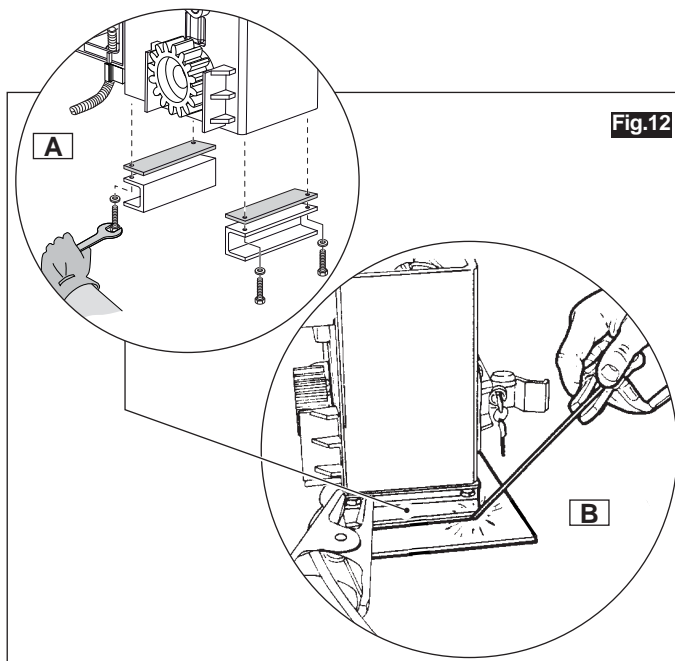

Fig.12
- Monter les deux supports en acier zingué et la bande antivibrante en caoutchouc sous la base du motoréducteur au moyen des vis comprises dans la fourniture à cet effet (graisser la tige des vis avant d'effectuer le montage) (Fig.12-part.A).
- Faire passer les câbles à l'intérieur du corps du motoréducteur par le trou prévu à cet effet (Fig.12-part.A), en faisant attention à ne pas endommager les fils électriques.
- Souder le motoréducteur à la plaque de fondation avec deux cordons de soudure le long des supports en acier zingué (Fig.12-Part.B). **IMPORTANT: Nous conseillons de souder au préalable par deux points et d'achever la soudure uniquement après le montage et le contrôle de la crémaillère.**